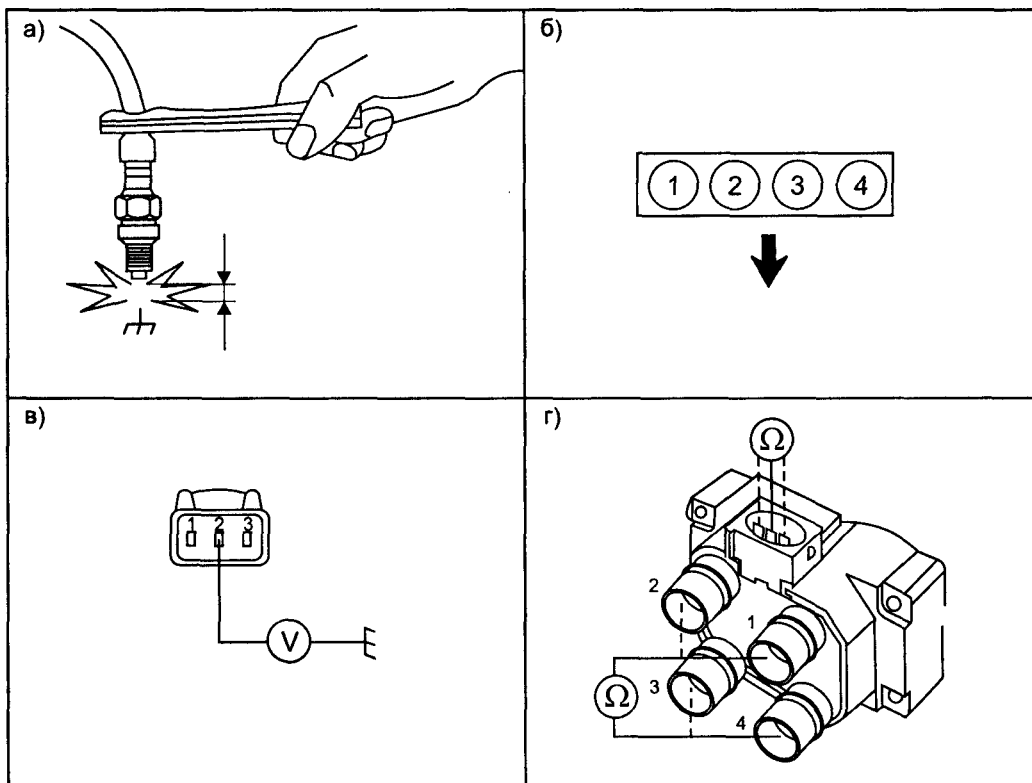

Рис. 2.5.8. Система зажигания
между корпусом свечи и бортовой «землей», для защиты модуля зажигания (см. рис. 2.5.8а);
- включают зажигание и проверяют наличие 12 В на контакте 2 разъема модуля зажигания (см. рис. 2.5.8в), если питания нет, проверяют предохранитель F4, замок зажигания и соответствующие соединения;
- измеряют сопротивление первичных обмоток катушки зажигания на контактах разъема модуля «1—2» и «3—2», его величина должна быть в пределах 0,4...0,6 Ом (см. рис. 2.5.8г);
- отключают высоковольтные провода с выходов катушки и измеряют сопротивление вторичных обмоток на клеммах катушки «1—4» и «3—2», его величина должна быть в пределах 10 500...16 500 Ом (см. рис. 2.5.8г).